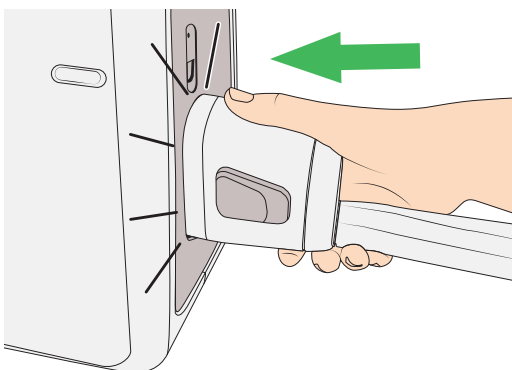

Figura 36
- Conecte o conjunto de tubos à bomba Auralis . Assegure-se de que o conjunto de tubos encaixa no lugar com um clique. Consulte a Figura 36